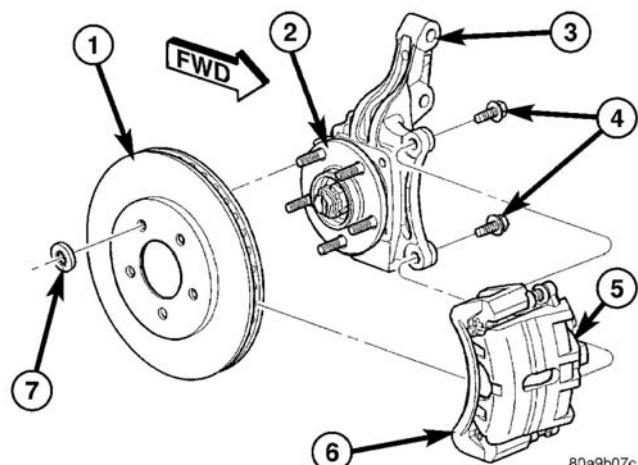

图 5 前制动器安装
- (5) 如图所示(图 5), 将盘式制动器的制动钳和适配器作为一个总成从转向节上卸下。用松紧绳或铁丝将总成吊到一边。不得用制动软管悬吊制动钳。
- (6) 从轮毂和轴承上卸下制动盘(图 5)。
- (7) 推入驱动轴短轴的端头, 将其花键从轮毂花键中推出。
(1) 将轮毂和轴承安装到短轴上并推入转向节, 直至垂直入位到转向节的表面。
(2) 从转向节的后部安装轮毂和轴承的 4 个固定螺栓。以交叉方式均匀紧固所有 4 个固定螺栓, 直至轮毂 / 轴承总成垂直入位到转向节的前部。紧固固定螺栓至 $65 \text{ N} \cdot \text{m}$ (45 ft.1bs.) 的扭矩。
(3) 将制动盘安装到轮毂和轴承上 (图 5)。
(4) 将制动钳和适配器总成装回制动盘, 并与转向节上的安装孔对齐 (图 5)。安装固定螺栓并紧固至 $169 \text{ N} \cdot \text{m}$ (125 ft.1bs.) 的扭矩。